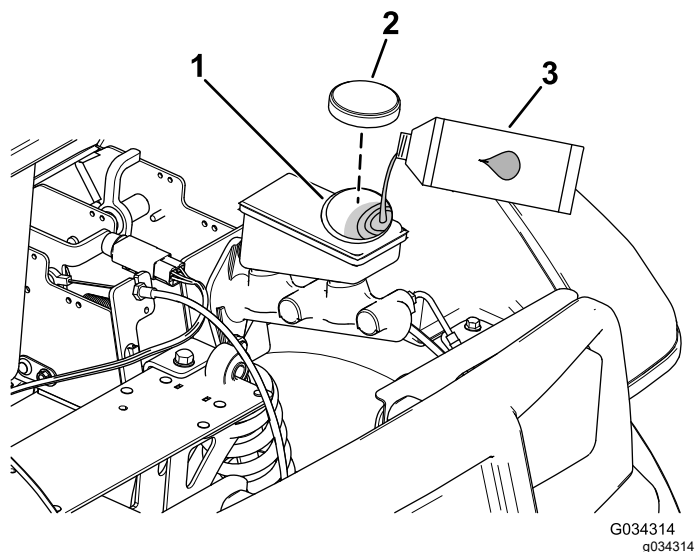

Рисунок 60
2. Поднимите капот, чтобы получить доступ к главному тормозному цилиндру и бачку (Рисунок 60).
- A. Очистите область вокруг крышки бачка и снимите крышку (Рисунок 60).
- C. Установите на место крышку бака (Рисунок 60).